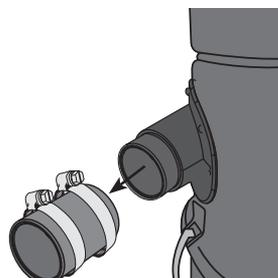

Figure 4
1. À l'aide d'un tournevis plat, desserrer les colliers de serrage et retirer la bague de caoutchouc de l'entrée d'air gauche (**figure 4**).
Using a flat screwdriver, loosen the clamp collars and remove the rubber coupling from the left air intake (**figure 4**).